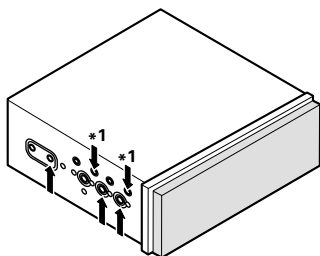
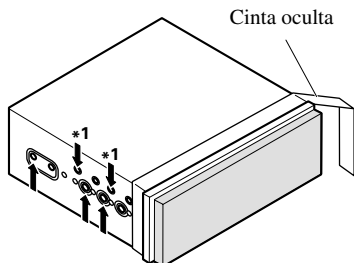
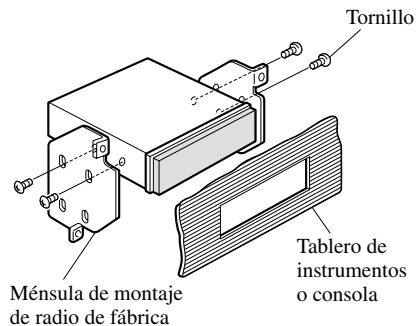

Fig. 17
Fig. 18
Fig. 19
- Fijación de este producto a la ménsula de montaje de radio de fábrica. (Fig. 17) (Fig. 18) (Fig. 19)